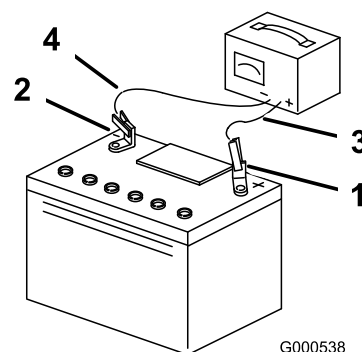

Figure 36
5. Quand la batterie est chargée au maximum, débranchez le chargeur de la prise, puis débranchez les fils du chargeur des bornes de la batterie (Figure 36).